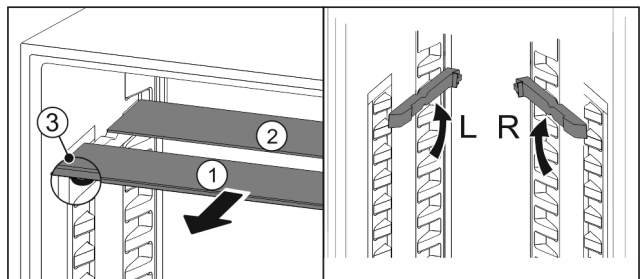

Fig. 35
- Dra ut Fig. 35 (1) glashyllorna framåt en i taget.
- ▷ Glashyllan Fig. 35 (1) med dekorlisten ligger längst fram.
- ▷ Stoppklackarna Fig. 35 (3) är vända nedåt.